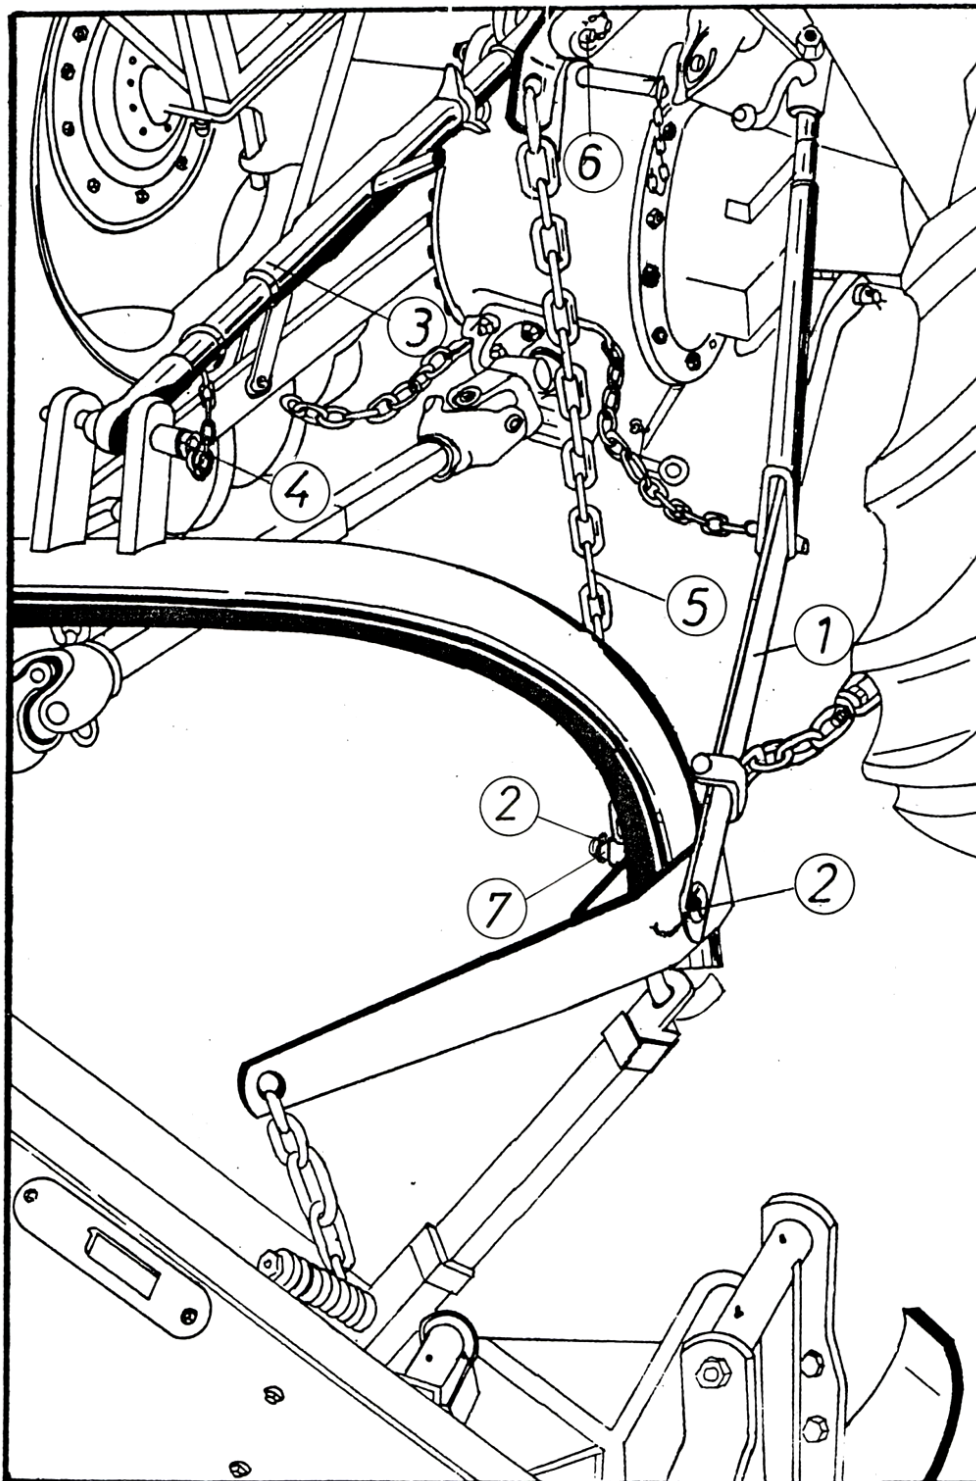

Bild 3.
Flytta traktorn bakåt, sänk de nedre traktorlänkarna (pos. 1, bild 3) med hydrauliken till höjden av axeln på anslutningsbultarna på bärande ram och utför anslutningen.
Säkra förbindelsen med låssprintar (pos. 2, bild 3), anslut den övre traktorlänken (pos. 3, bild 3) till den bärande ramen med en bult (pos. 4, bild 3) och säkra med befintlig låssprint.
Efter att dessa moment är utförda, lyft slåttermaskinen från marken med hydrauliken så att höjden från marken till skyddsplåten på remskivan är 60–70 cm och fortsätt med anslutning av kedjan (pos. 5, bild 3).
Fäst kedjehållaren (bild 3, position 6) med en bult som förbinder den övre traktorlänken med fästet på traktorn.
Placera kedjehållaren med kedjan (pos. 5, bild 3) på bulten (pos. 7, bild 3) som finns på ramen och säkra med låssprint (pos. 2, bild 3). Fäst kedjan på kedjehållaren och bestäm kedjans längd så att slåttermaskinen intar rätt läge efter att hydrauliken har avlastats.
- Lyft slåttermaskinen något med hydrauliken så att avlastningskedjan lossnar och koppla bort den (bild 3, pos. 5).
- Sänk hela slåttermaskinen med hydrauliken tills släden ligger stadigt mot marken, och koppla därefter in avlastningskedjan igen (bild 3, position 5). Justera kedjans längd så att den är spänd.